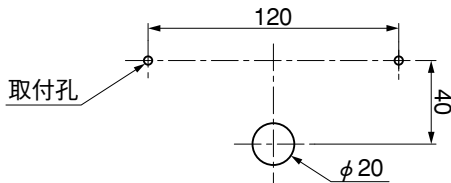

図1-1
- 本体背面に口出し線を出す場合は、φ20の孔をあけてください。(図1-1参照)
- ① 電源線と口出し線を接続してください。